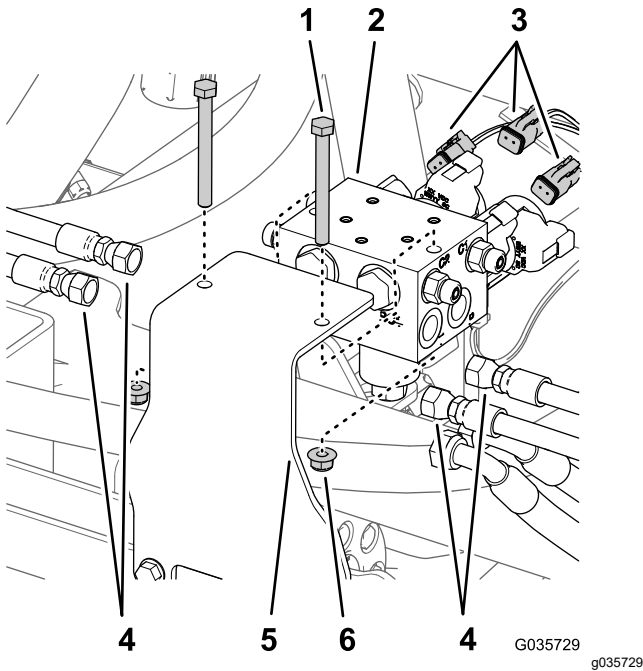

Bild 12
2. Beschriften Sie alle Schläuche, die am Hydraulikverteiler angeschlossen sind (Anschlüsse C1, C2, C3 und C4) und schließen sie vom Zylinderverteiler ab (**Bild 12**).
3. Schließen Sie die Anschlüsse des hinteren Kabelbaums von den Stromspulen des Hubzylinderverteilers ab (**Bild 12**).
4. Nehmen Sie die zwei Schrauben und Sicherungsmuttern ab, um den Hubzylinderverteiler von der Befestigungshalterung abzunehmen (**Bild 12**).